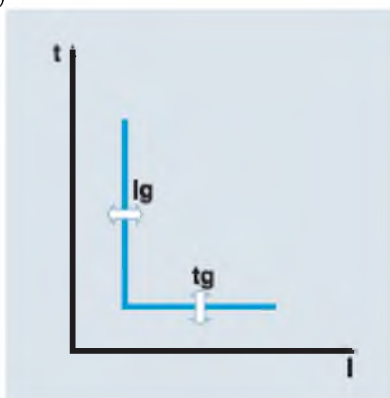

Рисунок 23 - Времятоковые характеристики расцепителя типа Р:
2.1.3.1 Защита с длительной задержкой срабатывания (рисунок 23а).
2.1.3.2 Защита с короткой задержкой срабатывания (рисунок 23а).
2.1.3.3 Мгновенная защита (рисунок 23а).
2.1.3.4 Защита от замыкания на землю (рисунок 23б).